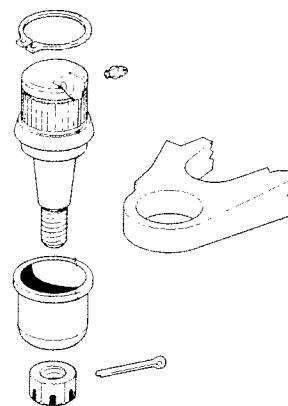

FIGURA 2
11. Después de verificar que el brazo de control y el eje o mandril pueden ser usados nuevamente, proceda con la instalación de la siguiente manera: Colocar la nueva articulación redonda que será presionada hacia dentro de forma que la engrasadera o los orificios para el engrasado queden apuntando hacia el frente del vehículo (VER FIGURA 2). Oprimir la articulación redonda dentro del brazo hasta que el hombrillo o reborde quede firmemente asentado en contra el brazo de control. Nunca usar un martillo para meter la articulación redonda dentro del brazo de control.